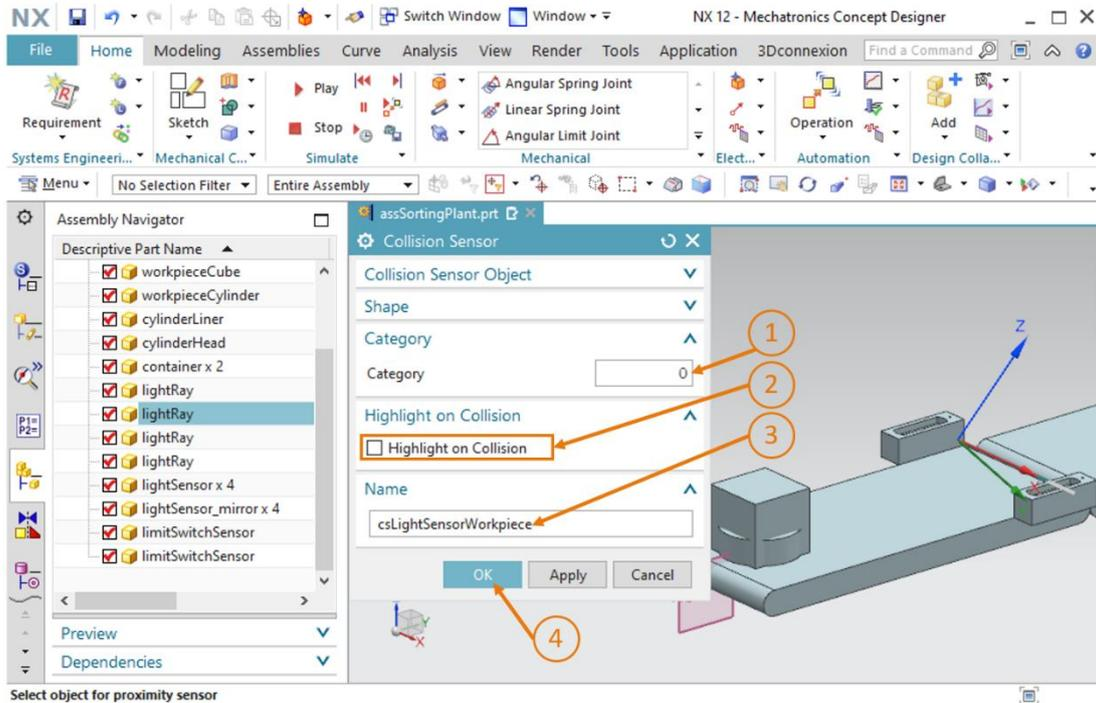

Figure 50 : Création du capteur de collision pour compter toutes les pièces à usiner – Définir d'autres paramètres et noms
- Laissez la catégorie définie sur la valeur "0" (voir Figure 50, étape 1). Désactivez la case à cocher "Highlight on Collision" (Mettre en évidence en cas de collision) (voir Figure 50, étape 2). Finissez en affectant le nom "csLightSensorWorkpiece" (voir Figure 50, étape 3) et confirmez vos saisies en cliquant sur "OK" (voir Figure 50, étape 4). Le préfixe "cs" signifie "collision sensor", la désignation anglaise pour capteur de collision.